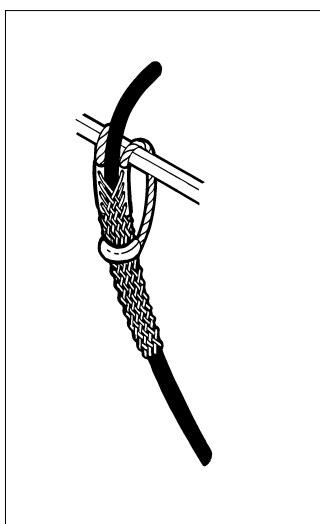

Fig. 1.23
- Fijar el armario de mando (153) en el centro de la barandilla, lado de la calle.
- Conectar el cable de alimentación al armario eléctrico de mando con una toma CEE. El cable debe sujetarse a la plataforma mediante una camisa de malla, o una pinza especial (Fig. 1.23). Para alturas superiores a 100 m., verificar el esfuerzo a tracción admisible por el cable.